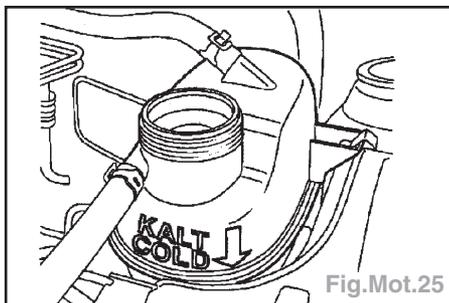

Fig.Mot.25
- Ouvrir le système de refroidissement (Fig.Mot.25).